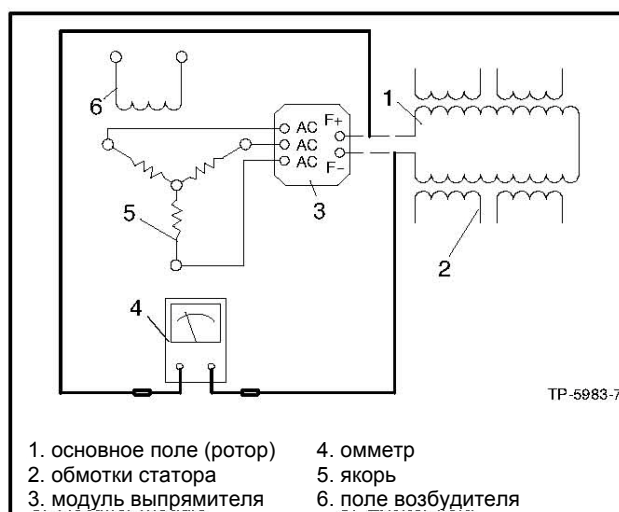

Рисунок 8-10 Подключение омметра к ротору
2. Проверьте сопротивление ротора подключив омметр к выводам F+ и F-. См. рисунок 8-10. См. Раздел 1, Характеристики, где указаны значения сопротивления. Низкое значение сопротивления указывает на внутреннее замыкание, а высокое - на разомкнутые обмотки. Отремонтировать или заменить ротор, если показания омметра указывают на неисправность ротора. Если результаты тестирования не позволяют сделать определенных выводов, проверьте ротор мегомметром так как это описано ниже.